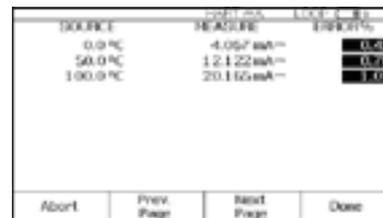

Figura 22.
4. Pressione **Done** e depois **Auto Test** (Teste Automático). Quando o teste é concluído, uma tabela de resumo de erros é exibida (Figura 22). Os erros de teste que excedam a tolerância são realçados. Se o teste tiver sido bem-sucedido – ou seja, se nenhum erro estiver realçado – nenhum ajuste será necessário.